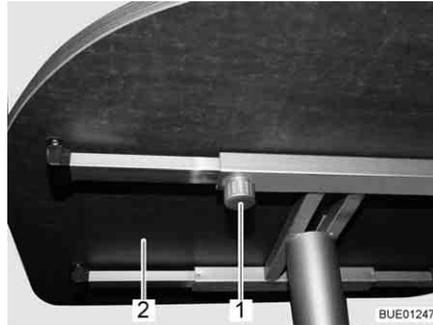

Bild 71 Fester Tisch
- Rändelschraube (Bild 71,1) lösen.
- Tischplatte (Bild 71,2) in die gewünschte Position schieben.